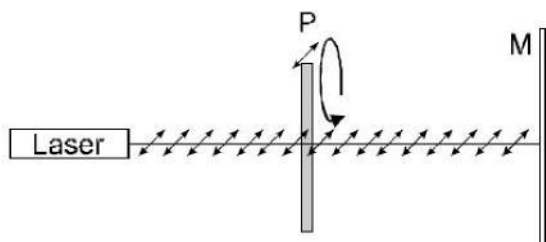

Fig. 9 Analisi di luce a polarizzazione lineare (P = filtro di polarizzazione, M schermo in vetro smerigliato)
- Realizzare la struttura sperimentale come indicato in Fig. 9.